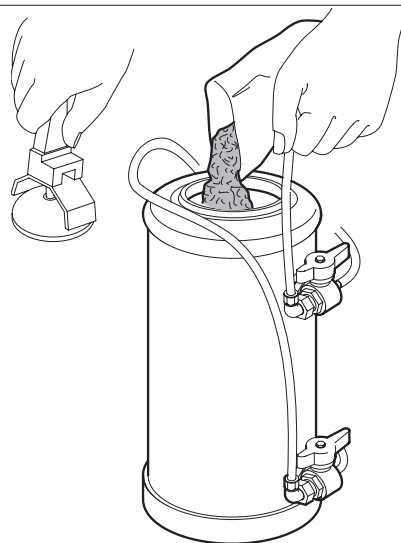

Fig. 6.13
- Levare il coperchio ed introdurre 1,5 kg di sale da cucina (*Fig.6.13*).